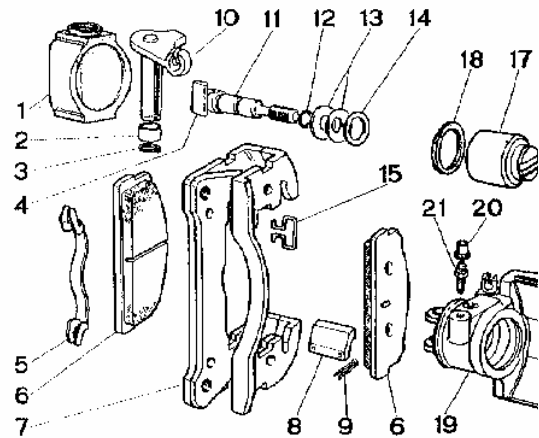

fig.2 -Vue éclatée d'un étrier de frein AR et de sa chape.
L'action de freinage est transmise du câble au piston au moyen du levier (10, fig.2) monté sur la fourche d'étrier et par la vis (11) vissée dans le piston.